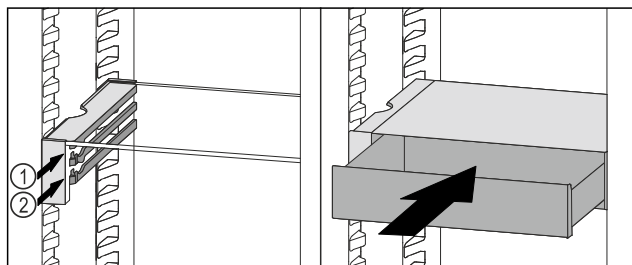

Fig. 111
- Nasaďte zásuvku VarioSafe za zářez na požadovaném žebro Fig. 111 (1) nebo Fig. 111 (2).